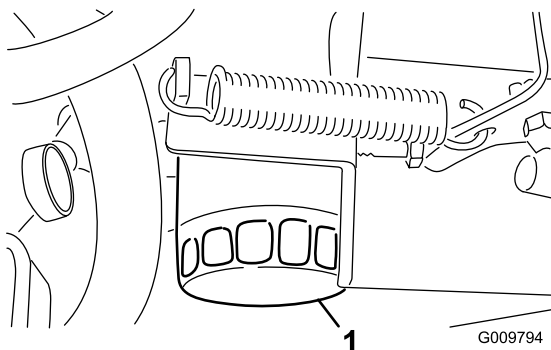

Figure 48
3. Enlevez le filtre à huile (Figure 48).